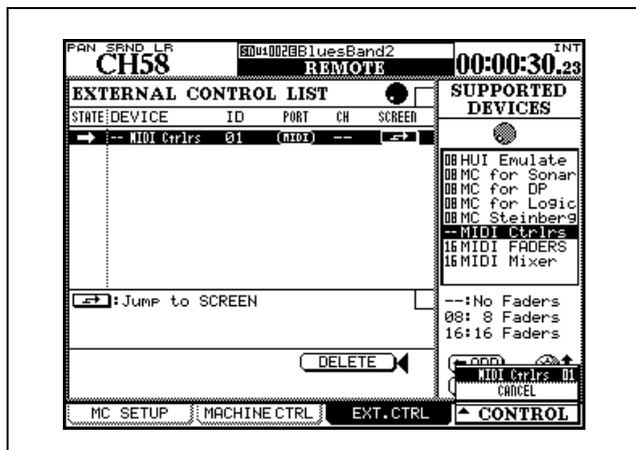

Abb. 8.3: Einstellungen für die Fernsteuerung
- 2 Gehen Sie mit dem Cursor zur Schaltfläche in der Spalte **SCREEN**, und drücken Sie **ENTER** oder, wie in der Abb. 8.3, *Einstellungen für die Fernsteuerung* gezeigt, die Displaytaste 4.
- 1 Wählen Sie auf der Registerkarte **EXT.CTRL** (siehe Abb. 8.3, *Einstellungen für die Fernsteuerung*) die Option **MIDI FADERS**.
- 1 Wählen Sie auf der Registerkarte EXT.CTRL (siehe) die Option **MIDI Mixer** (Abb. 8.3, *Einstellungen für die Fernsteuerung*).